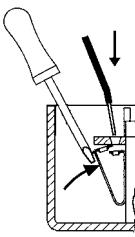

Fig.2
- Para ligar os fios eléctricos aos terminais da fechadura, premir as patilhas conforme indicado na figura até alinhar os furos e introduzir o fio já escarnado (**fig.2**).
- Para conectar los cables a los bornes de la cerradura, apretar cada lengüeta como en la figura, hasta la alineación de los orificios e introducir los cables ya pelados (**fig.2**).